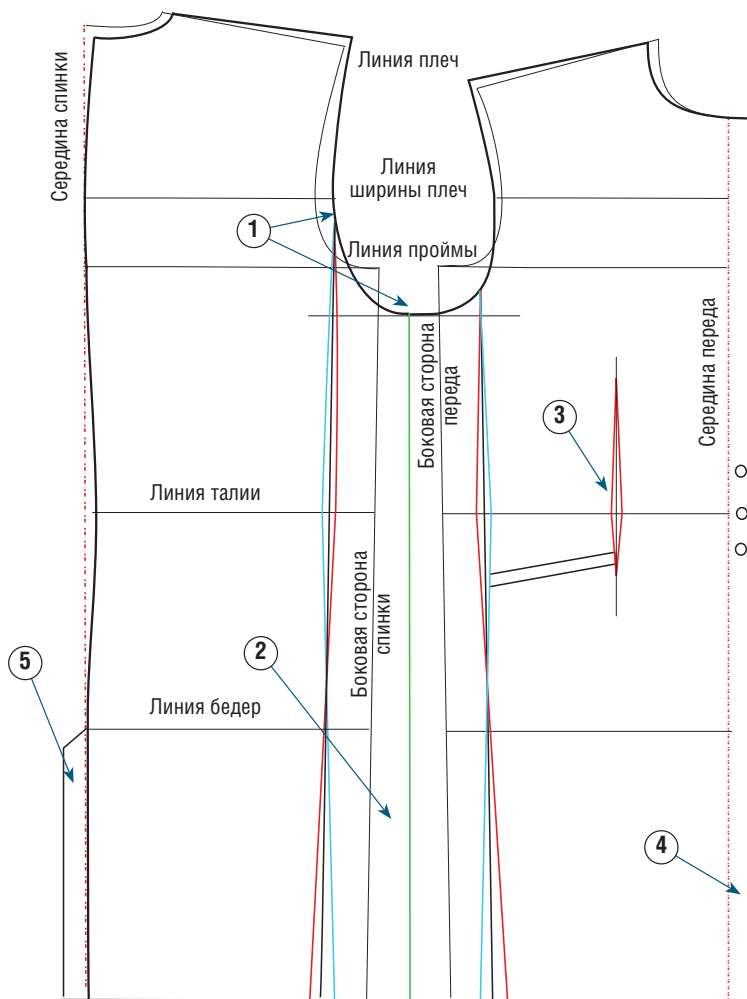

Рис. 1
② Расширьте обхват груди на 8 см ($1/4$ суммарной величины сделанного расширения: $32 : 4 = 8$ см), начертив на этом расстоянии линию, параллельную боковому срезу (на спинке и полочке). Чтобы построить бочок пальто, сдвиньте полочки спинки и переда таким образом, чтобы линии боковых срезов прилегали друг к другу (на рис. 1 показано зеленой линией).
③ На приведенной здесь модели пальто по линии талии имеются 7 вытачек: 2 спереди, 4 с каждой стороны отрезных бочков и 1 на середине спинки. С учетом большого количества вытачек размер раствора каждой не должен превышать 1–1,5 см. Более подробная информация о построении вытачек изложена на с. 26.
Продлите обе стороны вытачек, встроенных в рельефы бочков, до низа изделия, отведя от оси примерно на 2 см (см. голубые и красные линии на рис. 1). Не забудьте начертить вытачку горловины на середине спинки: на пальто такого стиля она необходима независимо от размерности и особенностей телосложения человека, который будет носить пальто.